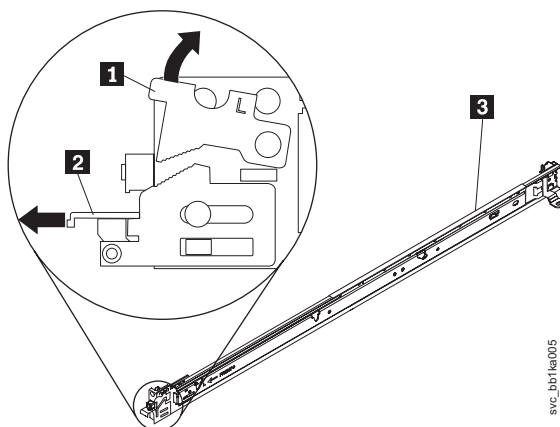

図 21. ラックへの SAN ボリューム・コントローラー 2145-CF8 スライド・レールの取り付け
- a. 28 ページの図 21 に示すように、R (右) または L (左) のいずれかのマークが付いているスライド・レールを 1 つ選択します。